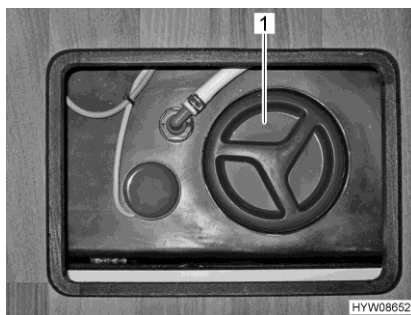

Bild 170 Rengöringsöppning (avloppstank)
- Öppna avloppstankens rengöringsöppning (Bild 170,1) och avtappningskranen.